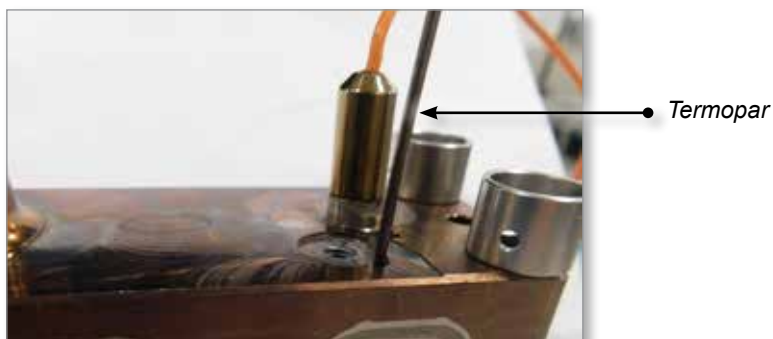

Figura 5-89 Insira a extremidade do termopar
1. Insira a extremidade do termopar no respectivo orifício. Veja a Figura 5-89.